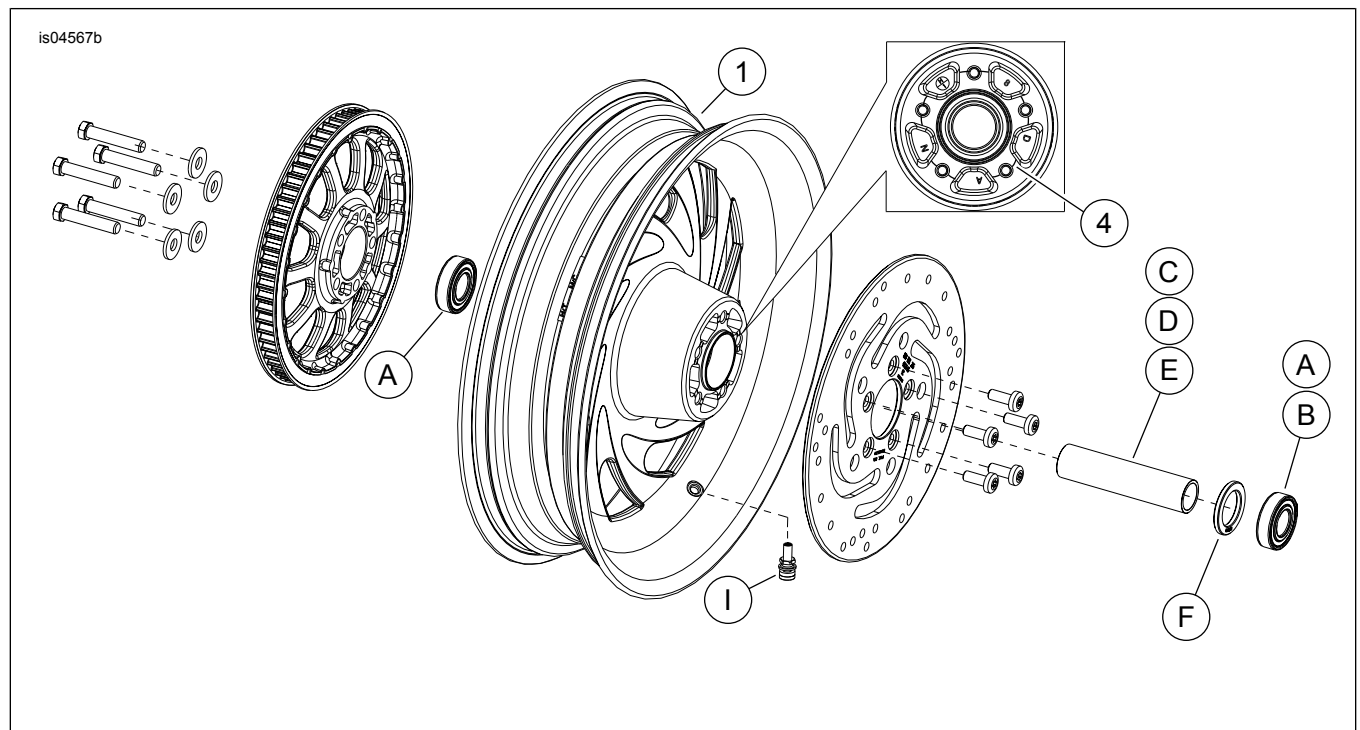

Figure 1. Pièces de rechange : Roues arrière Typhoon
Voir Figure 1 et les tableaux des pièces détachées.
2. Voir Figure 1. Installer l'ensemble de tige de soupape (I) sur la roue. Voir PNEUS dans le manuel d'entretien.